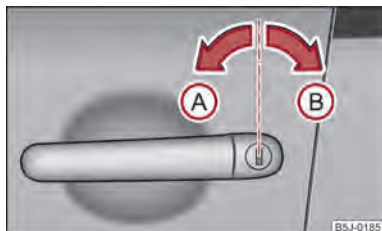

Fig. 12 Rotirea cheii pentru descuiere și încuiere
- Rotiți cheia în butucul portierei șoferului în poziție de deschidere (A) ⇒ fig. 12.
- Rotiți cheia în încuietorea portierei șoferului în poziție de încuiere (B) ⇒ fig. 12.